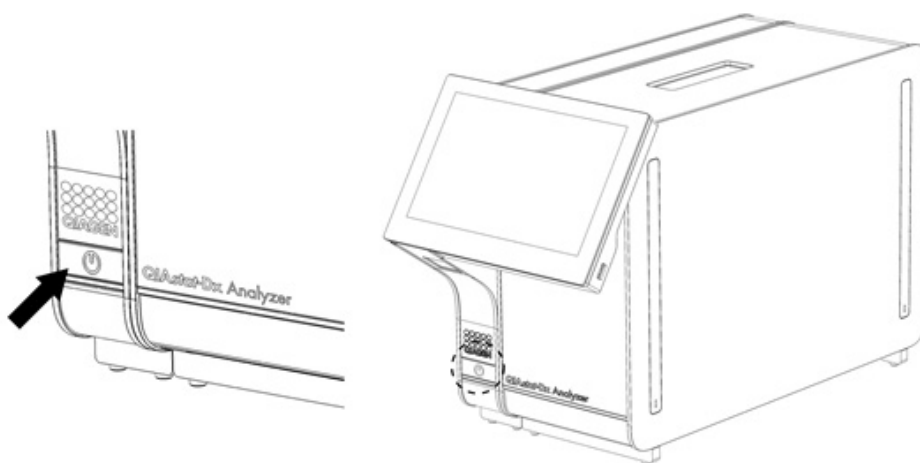

Figure 22 Pression sur le bouton ON/OFF (Marche/Arrêt) pour démarrer l'instrument.
1. Appuyez sur le bouton ON/OFF (Marche/arrêt) situé à l'avant du QIAstat-Dx Analyzer 1.0 pour démarrer l'appareil (figure 22).